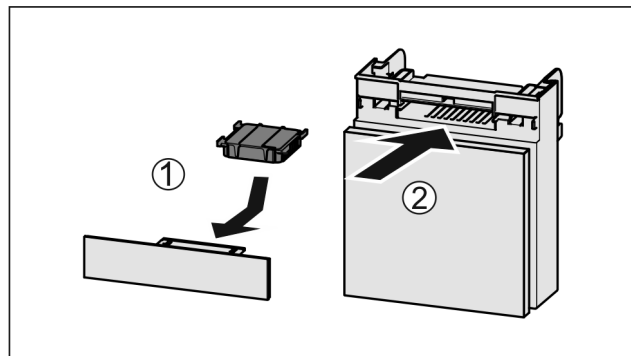

Fig. 109
- ▶ Filtr s aktivním uhlím vložte podle vyobrazení Fig. 109 (1).
- ▶ Zásuvku zasuněte Fig. 109 (2).